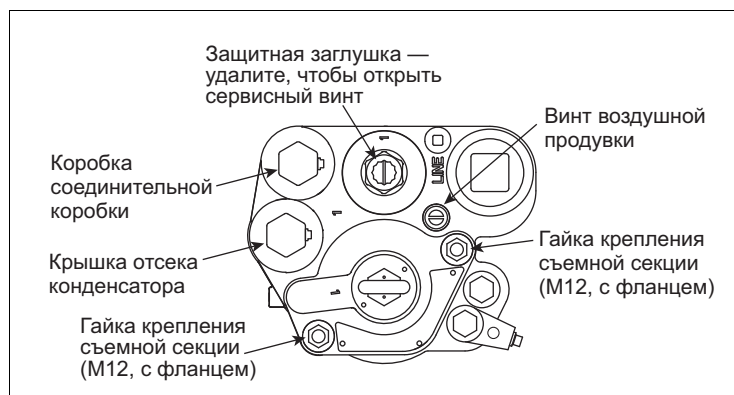

Рис. 31. Гайки крепления съемной секции
2. Отверните и утилизируйте две гайки крепления съемной секции (см. рис. 31). Пружины на крепежных шпильках между фланцем съемной секции и манифольдом вытолкнут ее вверх, разъединив уплотнения.
24. Поверните винт воздушной продувки на 2–3 оборота против часовой стрелки (см. рис. 31).
30. Поверните винт воздушной продувки на 2–3 оборота против часовой стрелки (см. рис. 31).